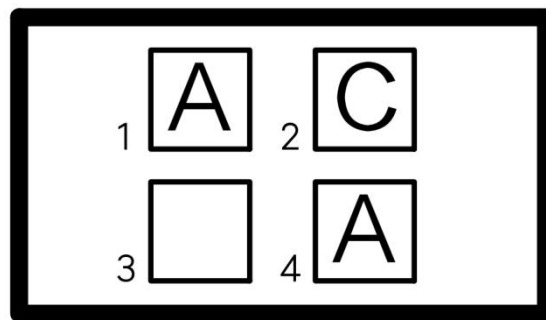

图 2: 识别板 1 的内容示意
4) 送药小车须通过**识别板 1**获取当前小哥所需药品。识别板 1 的内容为有字母标识的 4 个方框，分别代表了 4 个配药窗口这一轮所需的药品种类，没有取药小哥的**窗口为空**，如图 2 所示：